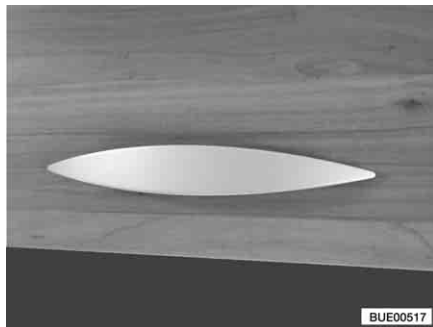

Fig. 42 Abattant de placard avec poignée (exemple)
- Tirer sur la poignée (Fig. 42) jusqu'à ce que l'abattant de placard s'ouvre.